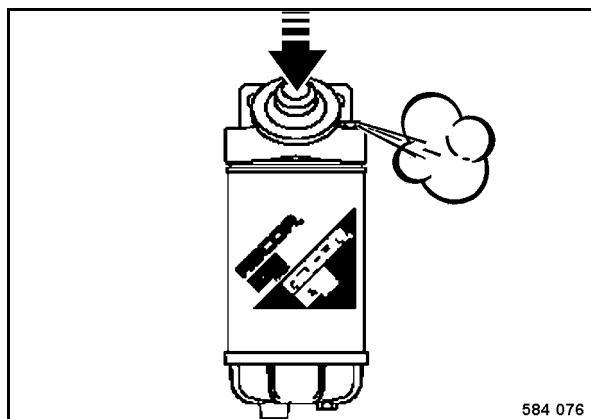

fig. 114
- Desserrer la vis de purge (fig. 114) de 2 à 3 tours.
- Actionner la pompe manuelle (fig. 114) jusqu'à ce que le carburant s'écoule de la vis sans bulles d'air.